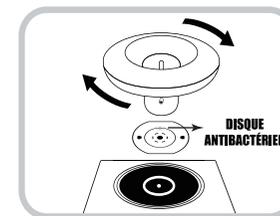

Fig.1
2. Retirez l'entonnoir en tournant vers le gauche ou la droite selon le modèle. Assurez-vous que l'entonnoir d'eau chaude (pièce en plastique semi-transparent) repose bien sur la broche en métal du réservoir et le Disque Antibactérien est collée à la surface supérieure de l'Entonnoir d'Eau Chaude (Fig.1)